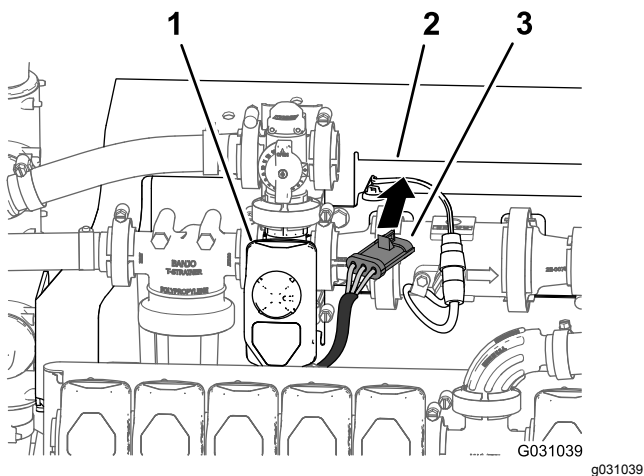

图 109
- 将搅拌阀线束的 3 针接头放在歧管安装架的前面图 109。